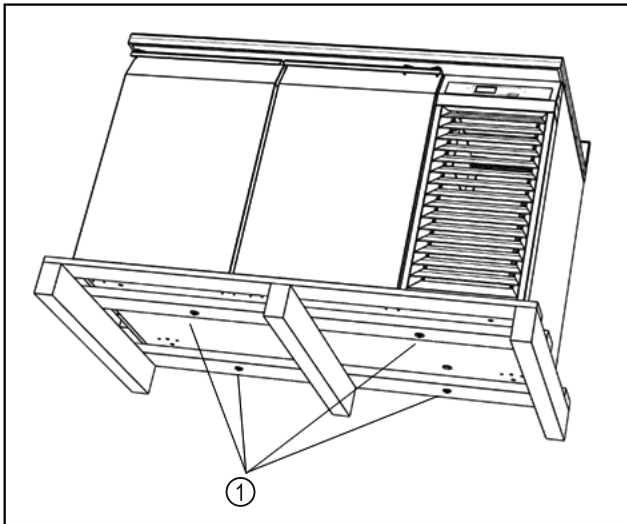

Fig. 7
- ▶ Odstráňte skrutky. Fig. 7 (1)